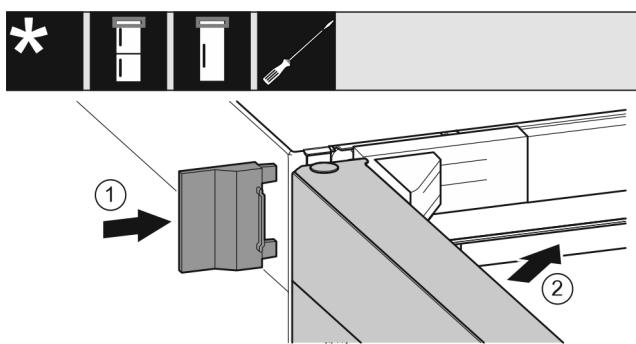

Fig. 28
- Нахлузете външния капак Fig. 28 (1).
- Затворете горната врата Fig. 28 (2).